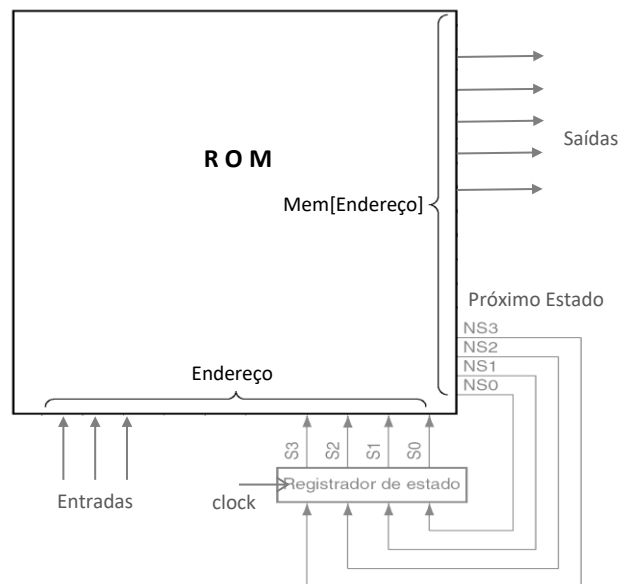

Figura 3: Implementação de uma máquina de estados através da programação de uma memória ROM
Considerando que qualquer função lógica combinacional pode ser implementada de maneira simples com o uso de uma tabela, pode-se construir qualquer máquina de estados com o uso de uma memória ROM. Reduzindo o esforço de projeto dos circuitos de transição e de saída a uma simples programação desta memória, conforme mostrado na **Figura 3**.
No exemplo mostrado na **Figura 3**, utiliza-se um registrador de estados de 4 bits, possibilitando a definição de uma máquina de até 16 estados. Está definido também 3 sinais de entradas (X,Y,Z) e 5 sinais de saída (A,B,C,D,E). Os sinais NS correspondem ao próximo estado (*Next State*) a ser assumido pela máquina, dadas as entradas e o estado atual (S). A memória ROM possuirá então $2^{(3+4)}=128$ posições de 9 bits em cada endereço, sendo que apenas algumas delas serão efetivamente utilizadas dependendo do problema.